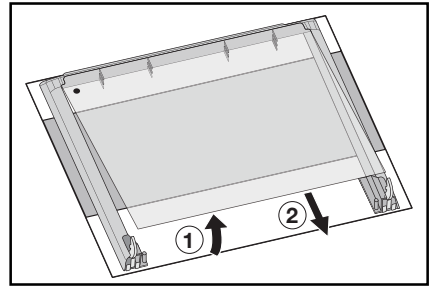

Fig. 31
11. Soulevez doucement et sortez délicatement la vitre intérieure (Fig. 31).